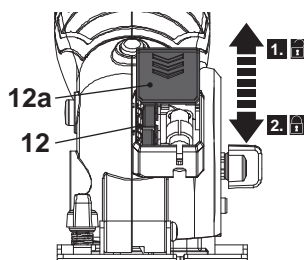

Fig. 5
1. Abra la tapa (12a) del compartimento de las pilas del láser (12) (Fig. 5, paso 1).
3. A continuación, cierre la tapa (12a) del compartimento de pilas del láser (12) (Fig. 5, paso 2).